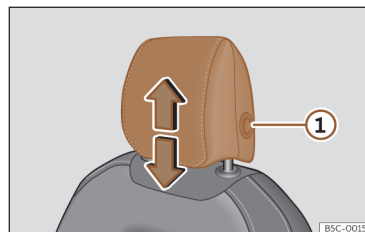
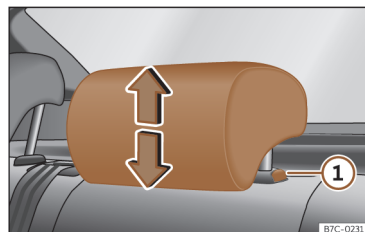

**Fig. 98** Banco dianteiro: regulação do encosto de cabeça.
**Fig. 99** Encosto de cabeça traseiro: ajuste do encosto de cabeça.
- Agarre o encosto de cabeça com ambas as mãos pelos lados e empurre para cima até o encaixar na posição desejada. Para baixá-lo, proceda da mesma forma, pressionando o botão lateral ① >>> Fig. 98, >>> Fig. 99.